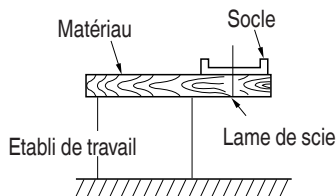

Fig. 10
8. Préparer un établi de travail en bois (Fig. 10)